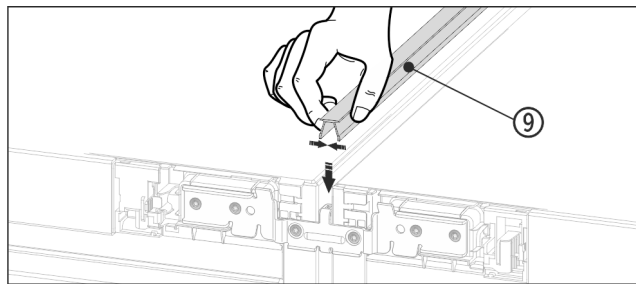

Fig. 20
- Aan de bovenzijde de korte afdeklijst Fig. 20 (9) in de horizontale spleet drukken.